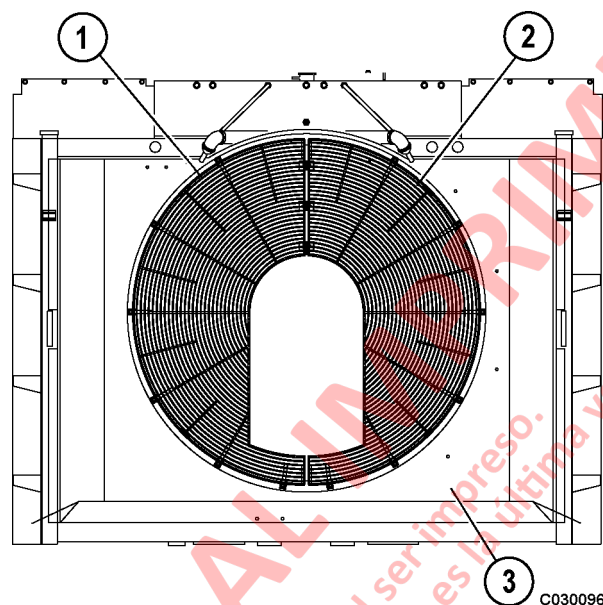

FIGURA 3-4. PROTECCIONES DEL VENTILADOR
8. Retire los tornillos y las arandelas de seguridad para liberar las protecciones del ventilador (1, Figura 3-4) y (2) de la protección del radiador (3). Las dos mitades de la cubierta del ventilador se pueden desarmar y desmontar o se puede mover la cubierta completa hacia la parte trasera para liberar la protección durante el desmontaje del radiador.
6. Apriete los elementos de montaje del radiador (4), en los soportes de montaje inferiores del radiador, al torque estándar.
7. Para mejorar la estabilidad, se pueden instalar las barras estabilizadoras (3). Instale las barras estabilizadoras en los soportes del radiador y el subchasis como se muestra, luego apriete los elementos de montaje al torque estándar.
8. Instale las protecciones del ventilador (1, Figura 3-4) y (2) con los elementos de montaje original.